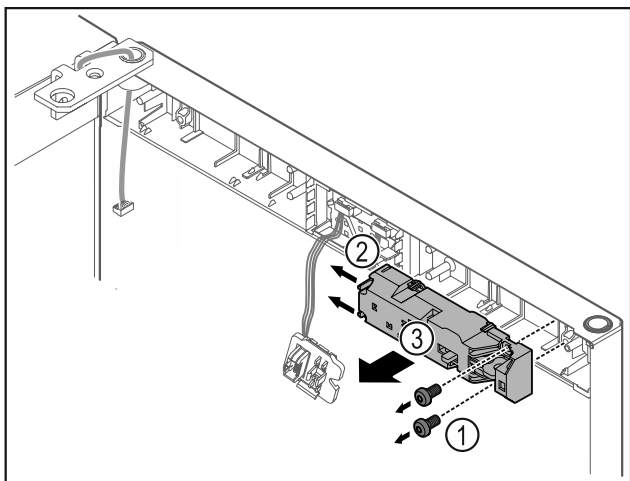

Fig. 18
- ▶ Извлеките винты Fig. 18 (1).
- ▶ Сдвиньте защелки Fig. 18 (2) в сторону и снимите замок дистанционного открытия Fig. 18 (3).